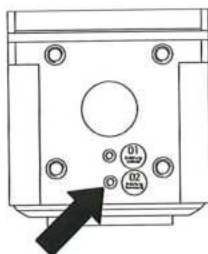

Fig. 3
- Entlüftungsschraube Klemmung "02" oben auf dem Teilapparat mit Innensechskantschlüssel Gr. 5 um ca. 2 Umgänge lösen. Fig.3
- Loosen the venting screw clamping "02" on the top of the indexing device with a hexagonal socket spanner size 5 by. Fig.3
- Desserrer le purgeur "02" disposé sur la partie supérieure de l'appareil à l'aide d'une clef hexagonale 5 endonnant. Fig. 3
Mit einem Schraubenzieher Gr. 3 am Ventil mehrmals Klemmen und Lösen. Wartezeit dazwischen 2-3 Sek. Fig. 3
- Entlüftungsschraube "02" oben auf dem Teilapparat wieder festziehen. Fig. 3
- Tighten the venting screw "02" on the top of the indexing device again. Fig. 3
- Serrer à nouveau le purgeur d'air "02" disposé sur la partie supérieure de l'aggrégat. Fig. 3